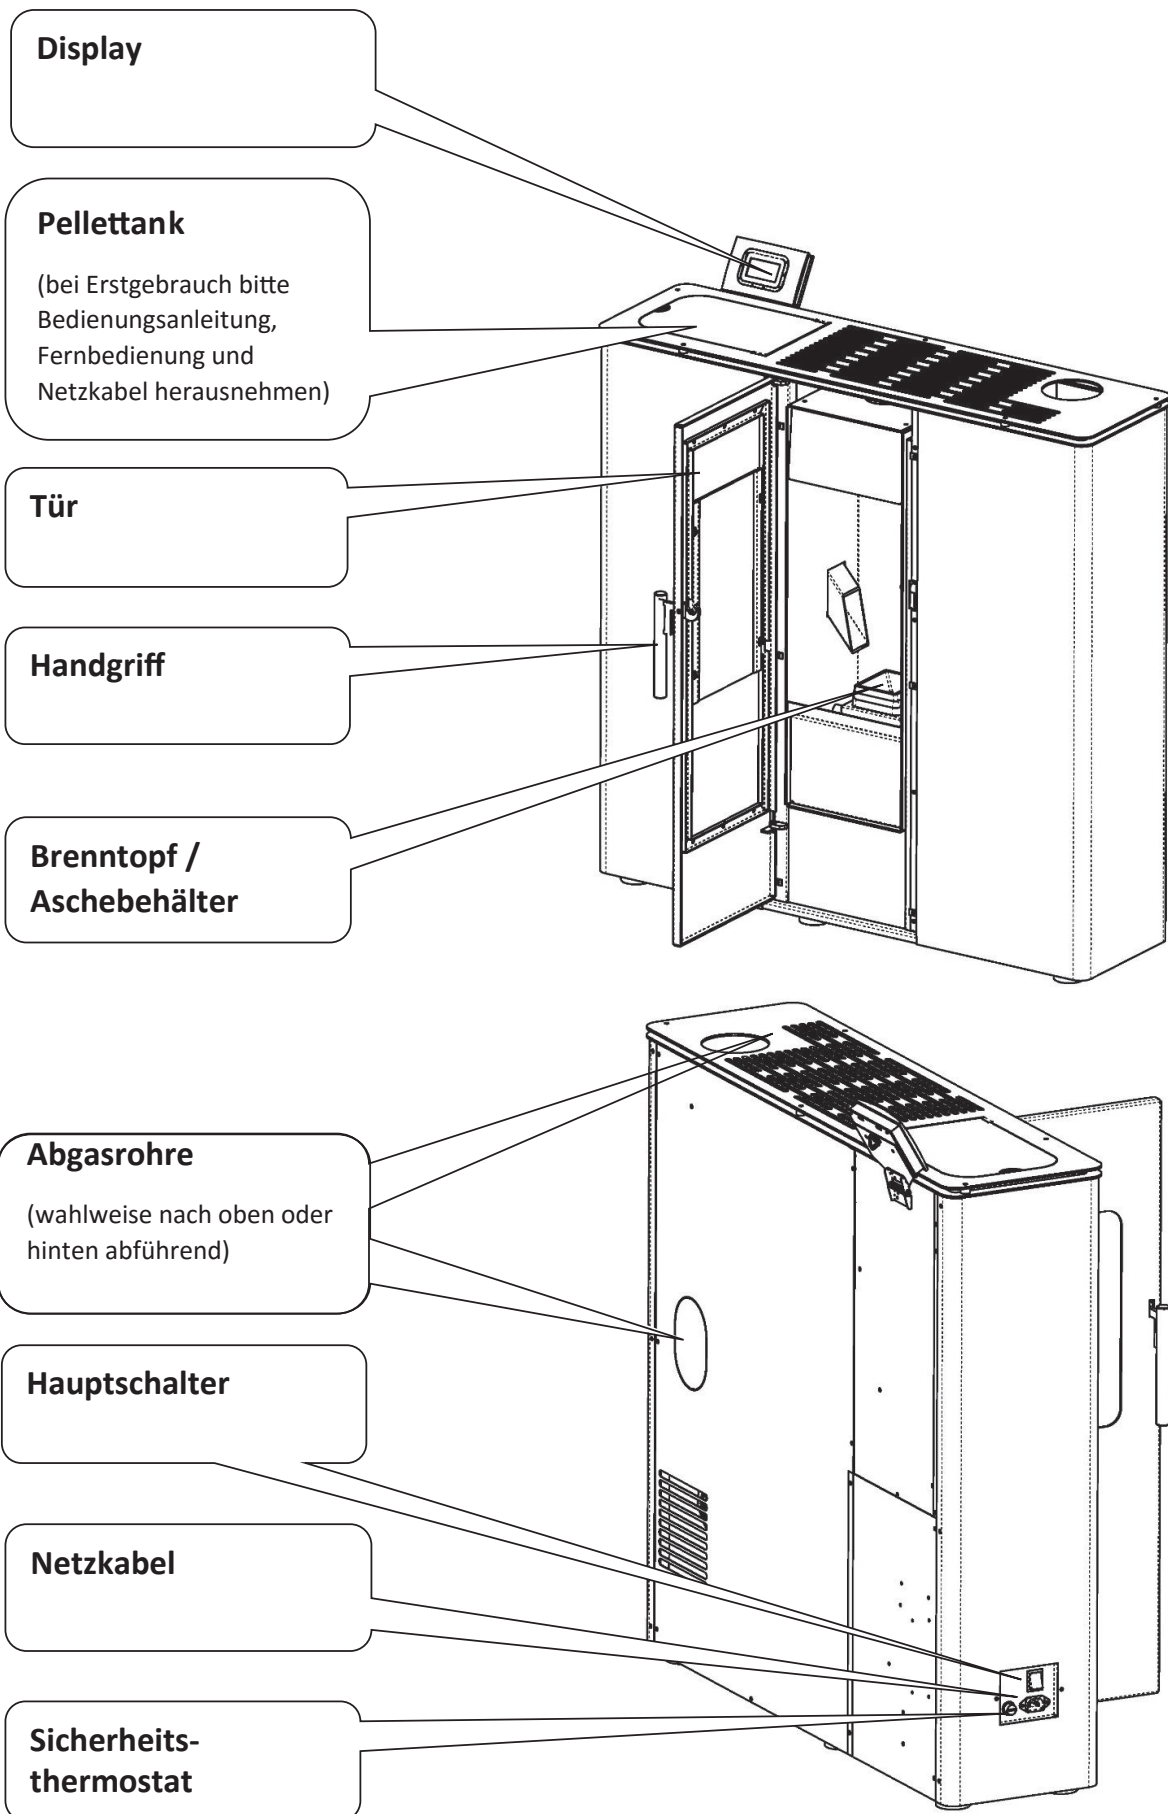

Abb. 2a: Geräteübersicht
- ▶ Schalten Sie im Falle eines Schornsteinbrandes den Ofen sofort am Ein-/Ausschalter (Hauptschalter, siehe Abb. 2a) ab und ziehen Sie den Netzstecker aus der Steckdose. Versuchen Sie auf keinen Fall den Brand selbst zu löschen. Schütten Sie niemals Wasser in einen brennenden Schornstein. Rufen Sie unverzüglich die Feuerwehr! Lassen Sie zur Identifizierung der Brandursache den Schornstein unbedingt von Ihrem Bezirksschornsteinfeger überprüfen, bevor Sie den Pellet-Heizofen wieder in Betrieb nehmen.
1. Vergewissern Sie sich, dass der Ein-/Ausschalter (Hauptschalter, siehe Abb. 2a) auf der Position 0 steht.
2. Schließen Sie das beiliegende Netzkabel zunächst am Gerät an. Die Anschlussbuchse für das Netzkabel befindet sich unterhalb des Hauptschalters auf der Geräterückseite (siehe Abb. 2a). Stecken Sie dann das Netzkabel in eine geerdete, durch einen FI-Schutzschalter abgesicherte Steckdose (230 V~50 Hz).
3. Bringen Sie nun den Ein-/Ausschalter (Hauptschalter, siehe Abb. 2a) auf Position I. Das Gerät ist nun betriebsbereit und das Display zeigt die folgenden Informationen: